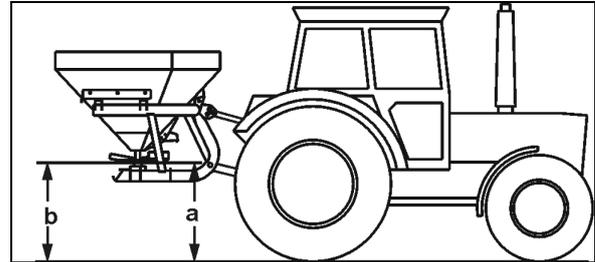

Fig. 22
- Encaixar as barras inferiores do tractor nas cavilhas da barra inferior (categoria I) (Fig. 22/1) e travar com uma chaveta.
- Montar as barras superiores do tractor com as cavilhas da barra superior (Fig. 22/2) ao ponto de engate superior da máquina e travar com uma chaveta (Fig. 22/3).